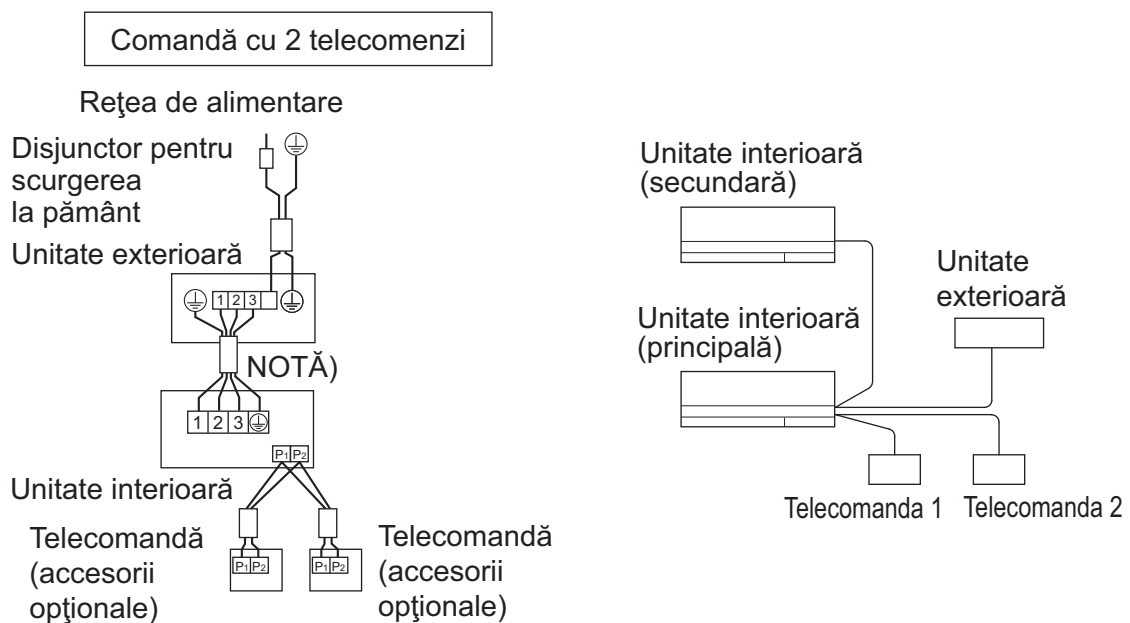

Fig. 29
- (1) Scoateți capacul cutiei de comandă. (Consultați "5. INSTALAREA UNITĂȚII INTERIOARE".)
- (2) Pozați încrucișat între bornele (P1, P2) din interiorul cutiei de comandă pentru telecomandă. (Nu există polaritate.) **(Consultați Fig. 29)**